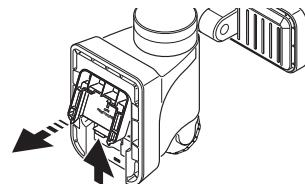

Figura 4
- Presione hacia arriba en la aleta de bloqueo de tapa del compartimento de la pila y gire la tapa hacia afuera y abajo para retirarla (vea la Figura 4).